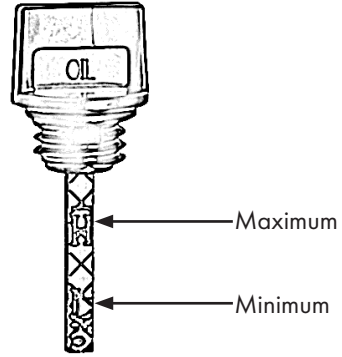

Figure 17
- Lisez le niveau d'huile, voir aussi la figure 17.
Il doit y avoir un film d'huile entre le repère supérieur et le repère inférieur. S'il n'y a pas de film d'huile, le niveau d'huile est trop bas, fig. 17. Ajoutez de l'huile. H-High signifie maximum. L-Low signifie minimum.